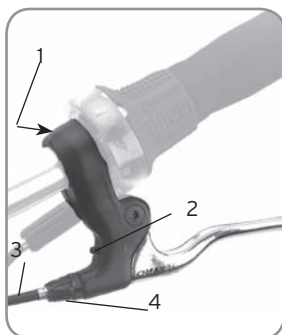

Figura 26. Parafuso de fixação da manete, manete de montanha
1. Localize o parafuso de ajuste da extensão (Figura 26) e rode-o.